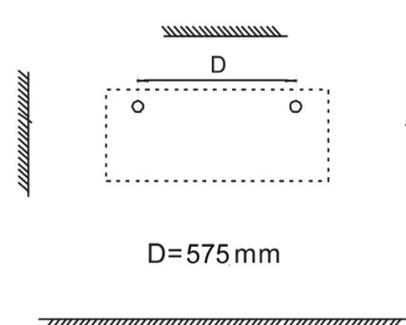

Fig.2
2. Réalisez deux trous appropriés de la taille du pêcheur $\varnothing 8$ mm dans le mur. (Fig. 2) – $d= 575$ mm